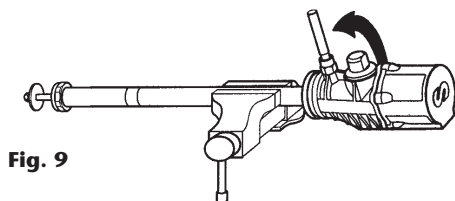

Fig. 9
3. Desenrosque el cuerpo motor del tubo de aspiración usando una varilla roscada (fig. 9), y extráigalo hasta que haga tope. Quedará a la vista la tuerca de conexión.